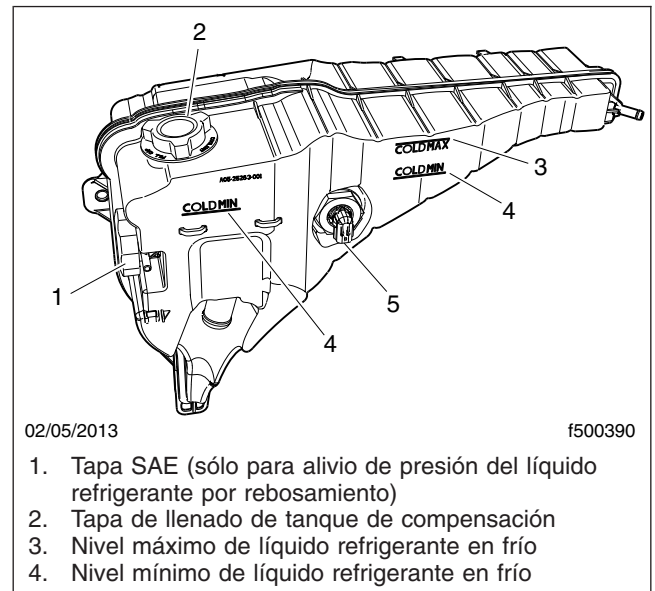

Figura 1, Tanque de compensación
1. Retire primero la tapa de llenado para aliviar la presión del sistema de enfriamiento, y luego retire la tapa SAE: vea la Figura 1.